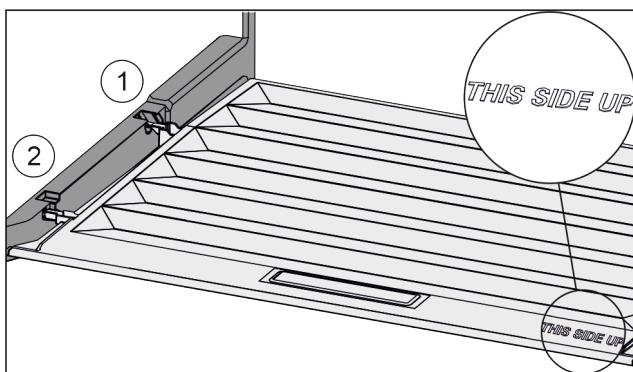

Fig. 76
- ▶ Ramiona pokrywy wprowadzić ponad otworem tylnego uchwyty Fig. 76 (1) i zazębnić z przodu w uchwycie Fig. 76 (2).